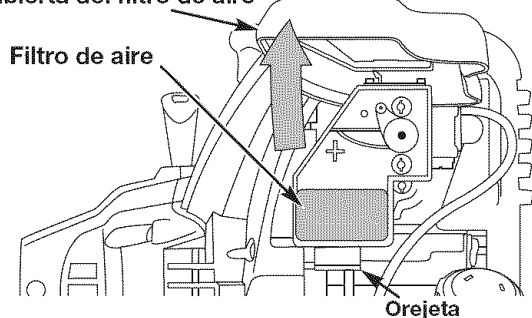

Fig. 23
1. Abra la tapa del filtro de aire. Empuje hacia adentro la lengüeta que está en lado inferior de la tapa. Después hále hacia afuera y arriba la tapa del filtro de aire. (Fig. 23).
2. Retire el filtro de aire (Fig. 23).
6. Vuelva a colocar el filtro (Fig. 23).